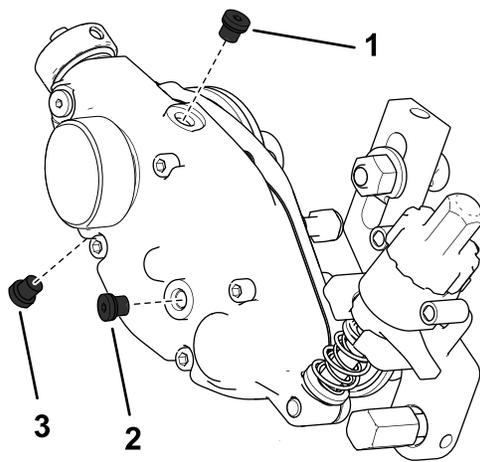

Рисунок 33
2. Снимите пробку сливного отверстия в нижней части корпуса (Рисунок 33).
3. Снимите заливную пробку в боковой части корпуса и ослабьте пробку выпуска воздуха сверху, чтобы обеспечить проход воздуха (Рисунок 33).